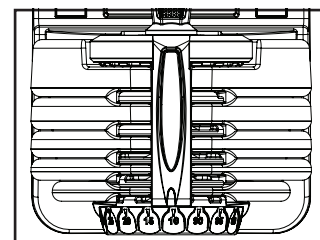

Figure 1
3. Los incrementos de peso van de 10 a 90 lb. (4,5 a 41 kg) en ambas perillas de ajuste. Para seleccionar correctamente un peso dado (por ejemplo 20 lb. [9 kg.]), debe girar ambas perillas de ajuste hasta que el número 20 quede alineado con la flecha que se encuentra en el borde externo de la placa de nombre de Bowflex® (Fig. 1).